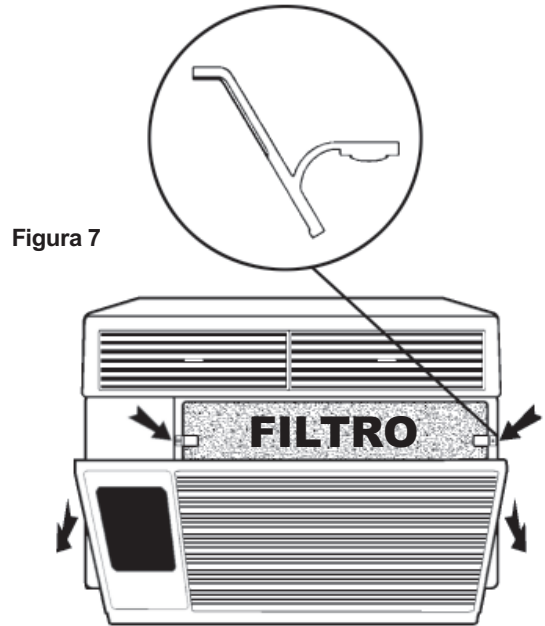

Figura 7
Abra la rejilla del aire (RA) agarrando los bordes superiores y estirando hacia usted (véase la figura 7). La rejilla RA permanece abierta hasta que se quita o se cierra (es más fácil quitarla completamente antes de cerrarla). Para quitar la rejilla, agárrela por debajo y tire hacia usted.
El filtro está sujeto por dos clips (véase la figura 7). Empuje los clips hacia abajo, agarre el filtro y tire hacia usted para quitarlo y limpiarlo. Límpiolo con agua caliente y un detergente suave, enjuague y seque completamente antes de volver a colocarlo en su sitio. Quite el filtro con cuidado porque puede cortarse con la superficie de la bobina.